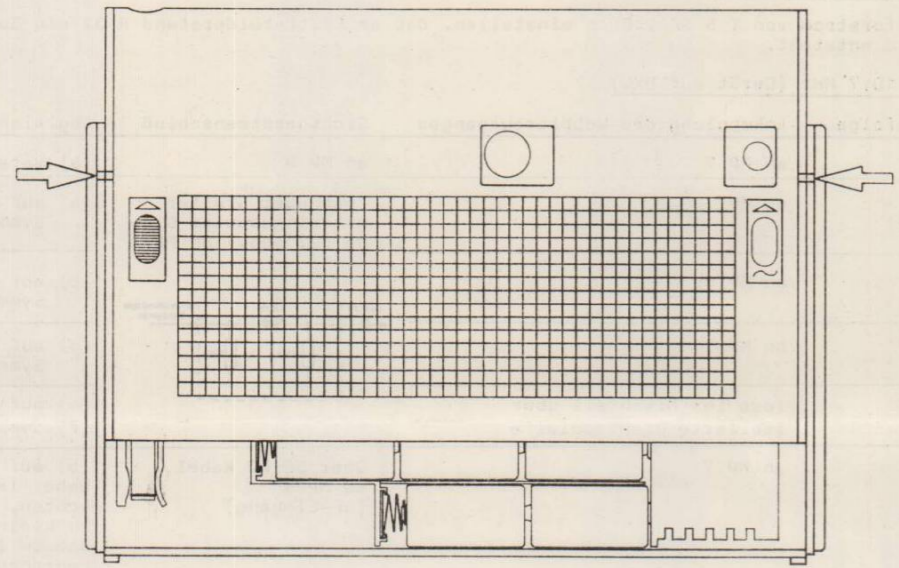

Abb. 1
3. Gerät auf die Frontseite legen. Zum Entfernen der Rückwand diese hochschieben, bis sich die Markierungen auf Gehäuse und Rückwand decken (siehe Abb. 1).